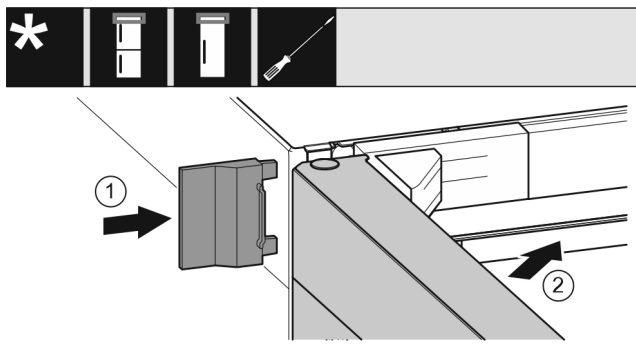

Fig. 25
- ▶ Wsunąć zewnętrzną osłonę Fig. 25 (1).
- ▶ Zamknąć górne drzwi Fig. 25 (2).